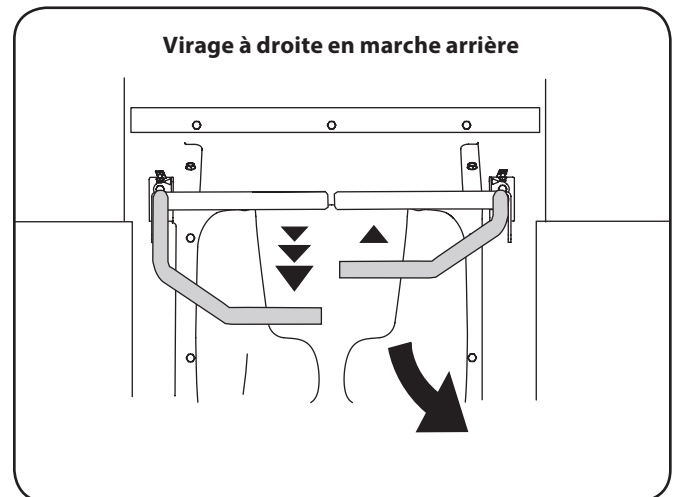

Figure 5-7
2. Pour tourner à droite en marche arrière, poussez la barre de conduite droite vers l'avant et tirez la barre gauche vers vous. Voir Figure 5-7.